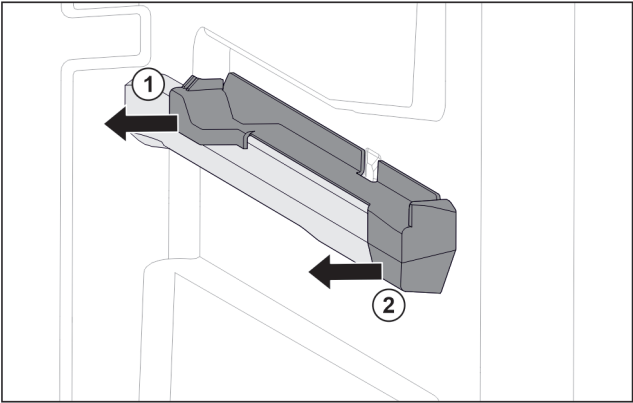

Fig. 101 右侧容器肋梁上的插装件
► 将插装件后部拉到一侧。 Fig. 101 (1)
► 将插装件前部拉到一侧。 Fig. 101 (2)